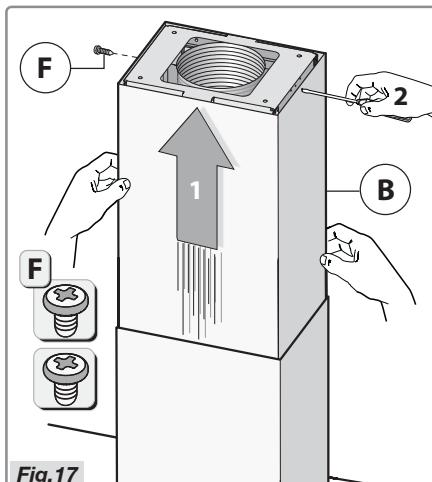

Fig.17
- Raccordez la partie **B** de la cheminée à la plaque du plafond à l'aide des deux vis **F** (Fig. 17).